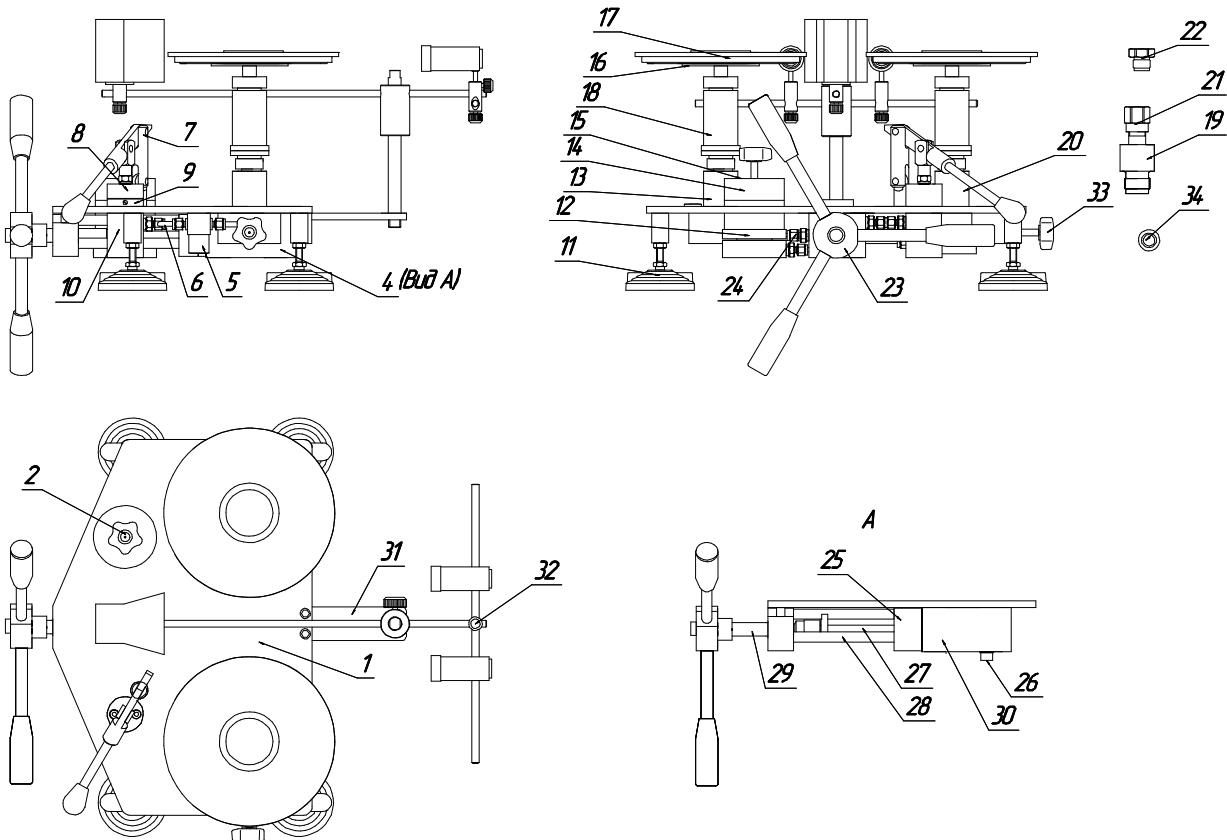

Рисунок 3. Манометр грузопоршневой МП-6...МП-16 в специализированном исполнении.
состоит из корпуса 10, направляющей втулки 8, уплотнительной шайбы 9 и системы рычагов. Ручной насос соединен с гидравлической системой манометра грузопоршневого с помощью трубок. С левой стороны расположен стакан 14 для рабочей жидкости и вентиль сброса давления 2. ИПС устанавливается на левую стойку (стойка ИПС), а поверяемые СИ устанавливаются либо на регулируемую стойку 20 (рис. 3,4) непосредственно или через переходник 19 (на приборах в специализированном исполнении), либо на стойку (стойки) 20 (рис 1,2) для поверяемого СИ с предварительно установленным переходником 19 (на приборах в обычном исполнении) при помощи присоединительной гайки 22. Для регулировки вертикального положения образцовой ИПС служат регулируемые опоры 11, а регулировка вертикального положения регулируемой стойки (на приборах в специализированном исполнении) осуществляется при помощи винтов крепления регулируемой стойки к плите. Плавная регулировка давления осуществляется штурвалом 23. Масло к узлам подаётся по соединительным трубкам 6, присоединённых при помощи фитингов 24. Для повышения надежности работы, а также для предотвращения повреждения устройства, в гидравлическую схему включен фильтр тонкой очистки 5.
**6.6** Выдвиньте основной шток, вращая штурвал против часовой стрелки до упора, и закрутите запорный вентиль 33 (рисунок 3,4) (специализированное исполнение).
систему, следя за тем, чтобы масло не выплеснулось из корпуса ИПС и отверстий переходников (корпуса поверяемой ИПС), постоянно контролируя уровень масла в стакане (в случае необходимости долить). Когда уровень масла в отверстиях переходников поднимется до верхней кромки, то на переходники (переходник) необходимо установить присоединительные гайки, резинометаллические уплотнения и заглушки (на манометре грузопоршневом в обычном исполнении и манометре грузопоршневом специализированного исполнения при использовании на стойке 20 (рисунок 3, 4) переходника). Продолжайте качать масло до тех пор, пока оно не появится в канале цилиндра ИПС.
6.19 Установите основание 31 (рисунок 3,4) устройства для наблюдения за положением поршня (поршней) на основание манометра грузопоршневого.